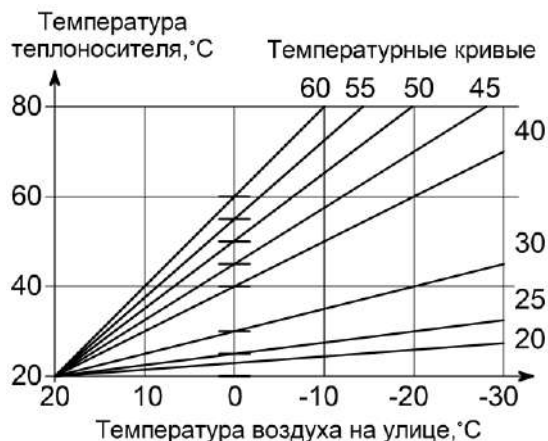
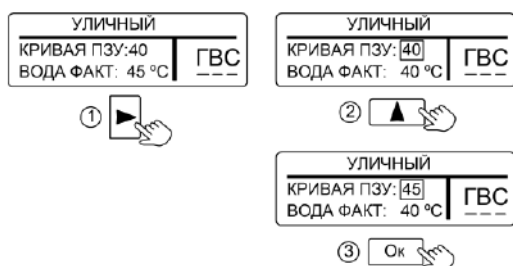

Рисунок 9. Зависимость температуры теплоносителя от температуры воздуха на улице
Рисунок 10. Настройка кривой ПЗУ
**10.4 «УЛИЧНЫЙ»** – режим поддержания температуры теплоносителя в зависимости от температуры воздуха на улице по одной из погодозависимых кривых (см. рис. 9). Датчик температуры воздуха (проводной или радиодатчик) устанавливается на улице. При отсутствии датчика температуры, возможно работа от данных получаемых с метеосервера (см. п. 11.1.8).
Для изменения заводской настройки нужно в соответствии с рис. 9 выбрать ту кривую, при которой в помещении станет комфортно. Если в помещении холодно - следует выбрать кривую с большим номиналом, если жарко - с меньшим. Чем больше величина теплотерьер здания, тем выше номер кривой. Изменение значения кривой ПЗУ показано на рис. 10.